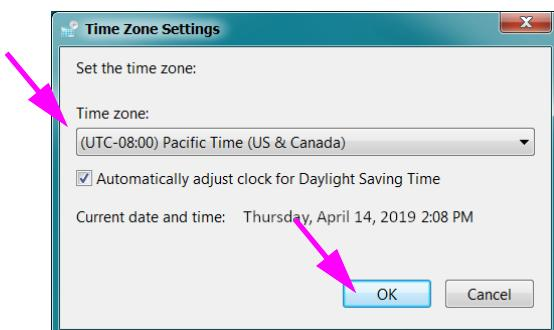

Figure 2-33. Boîte de dialogue Time Zone Settings (Paramètres de fuseau horaire)
5. Cliquez sur le bouton **Change Time Zone (Changer de fuseau horaire)**.... La boîte de dialogue Time Zone Settings (Paramètres de fuseau horaire) s'affiche. Voir la Figure 2-33.